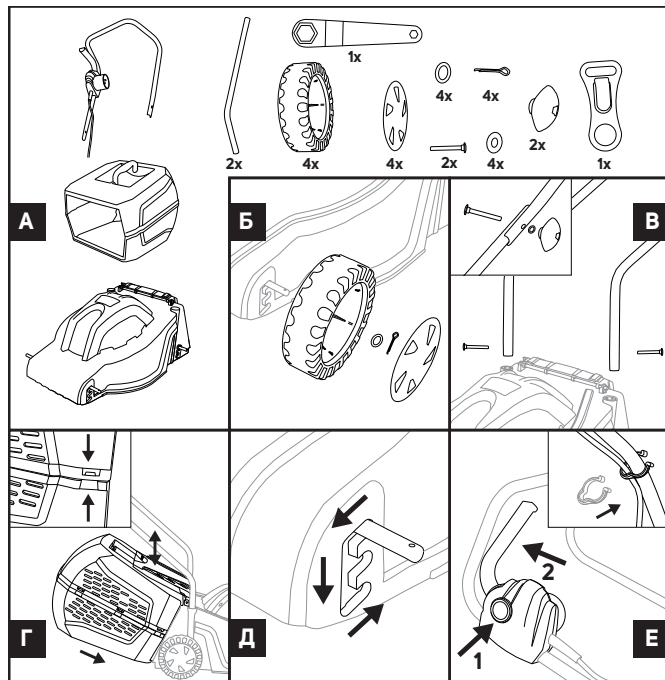

Рис. 2
Сборка электрической газонокосилки (Рис. 2)
Сборку производите согласно приложенной схеме (Рис. 2).
1. Извлеките из коробки газонокосилку и сборочные детали. Проверьте комплектность (Рис. 2А).
2. Сборка колес. Установите колесо на ось, установите шайбу, зафиксируйте шплинтом, установите крышку колеса (Рис. 2Б).
Закрепите кабель фиксаторами - один на нижней рукоятке, второй на верхней (Рис. 2В).
Поднимите подпружиненную заднюю крышку и наденьте травосборник на выступы. Опустите крышку, чтобы закрепить контейнер в рабочем положении (Рис. 2Г).
Выдвиньте колесную ось и установите ее в нужный по высоте паз (Рис. 2Д).
Закрепите кабель на газонокосилке. Нажмите на кнопку фиксатор (№1, Рис. 2Е), а затем нажмите на рычаг (скобу) включения (№2, Рис. 2Е).